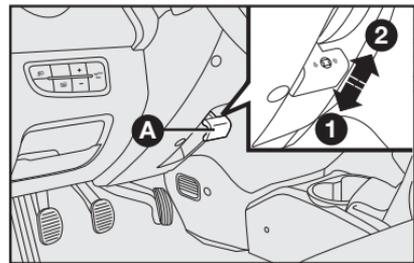

fig. 13
### VOLANTE - fig. 13
- 1) deslocar a alavanca A-fig. 13 para a posição 2-fig. 13;